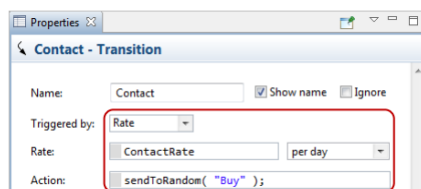

Рисунок 5.3 – Контакт
8. Змініть властивості переходу. Цей перехід відбудеться з указаною швидкістю *ContactRate* (використовуйте автозавершення коду замість введення повної назви параметра). Назвіть перехід *Contact* і встановіть для нього відображення свого імені (рис. 5.3).